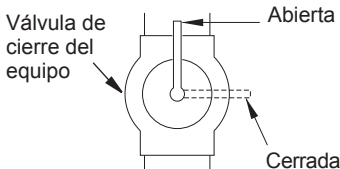

Figura 12 - Válvula de cierre del equipo
1. Cierre la válvula de cierre del equipo (consulte la figura 12).
1. Abra la válvula de cierre del equipo (consulte la figura 12).